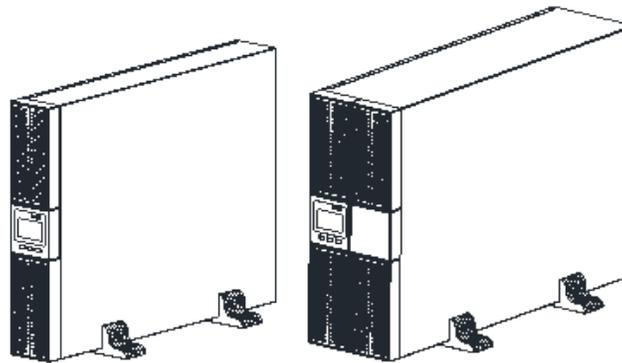

FIGURA. 2.13. INSTALACION FINAL DE UPS TORRE
4. Restaure la cubierta de plástico frontal del UPS. En este punto, el panel de control del UPS se ha girado 90 grados en el sentido de las agujas del reloj, lo que proporciona una visualización vertical de la información. Coloque el módulo UPS, el Pack de baterías y el módulo transformador juntos en las bases de soporte. Cada uno necesita dos pares de bases de soporte, como se muestra en la figura 2.13.